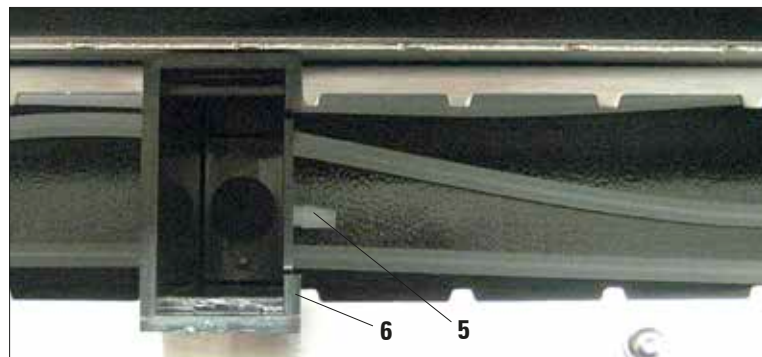

図 23
洗浄水コンテナは、ホース接続部 (5) が出口タンクを向くように取り付けます (図 23)。